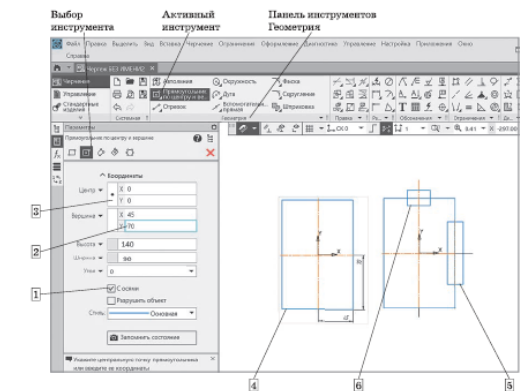

Рис. 1.13. Построение к задаче 1.1
3. Последовательно в середине каждого отрезка постройте прямоугольники двойной ширины по координатам (см. рис. 1.13).
2. *Геометрия* → *Прямоугольник* → *Прямоугольник по центру и вершине* (см. рис. 1.13). В ячейке значений качественного параметра *С осями*